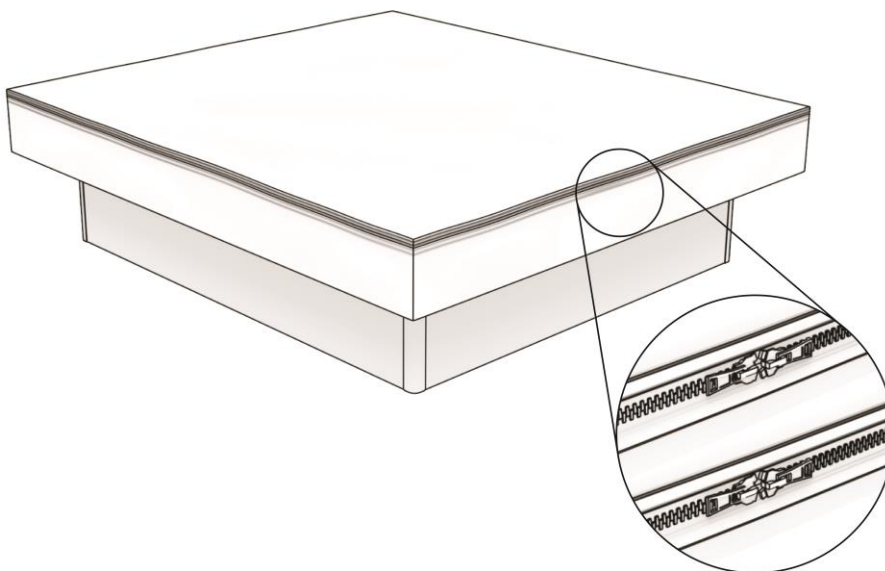

Abbildung 22: Den Topliners zwischen der Unterseite und der Oberseite des Bezuges platzieren und befestigen.
Schritt 26. Dieser Schritt ist nur dann eine Ergänzung zum vorherigen Schritt, wenn Sie einen zusätzlichen Topliner erworben haben. Wenn dies nicht der Fall ist, fahren Sie bitte direkt mit Schritt 27 fort. Falls Sie einen Topliner haben, müssen Sie ihn zwischen der Unterseite und der Oberseite des Bezuges mit einem Reißverschluss befestigen. Sie enden mit einem Doppelreißverschluss, wie in Abbildung 22 dargestellt.